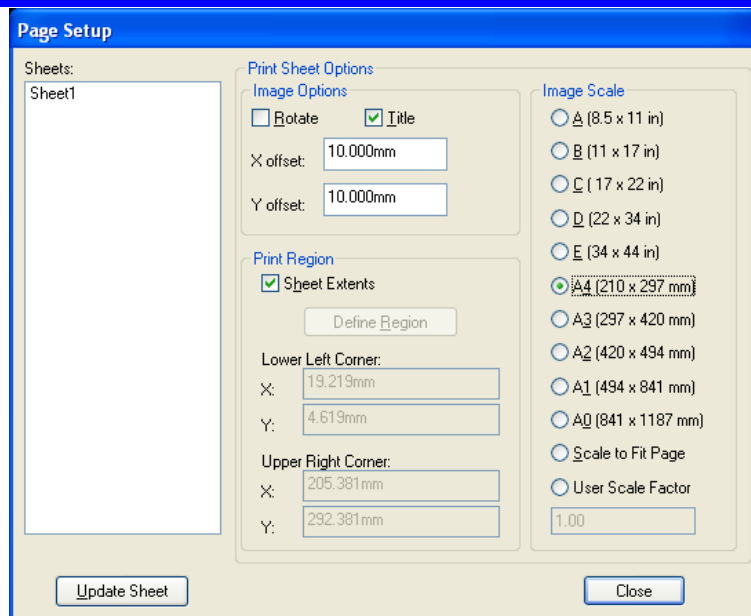

Рисунок 5.36 - Диалоговое окно **Page Setup** (Параметры страницы)
- Нажатием клавиши **Page Setup** открыть меню настройки (рис. 5.36), в котором в окне **Title** установить флажок для печати углового штампа, в графе **Image Scale** указать размер чертежа **A4**, а в строках **X offset** и **Y offset** за-